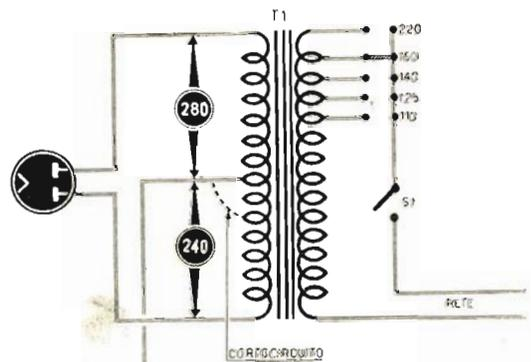

Fig. 4
Per gli schemi di cui a figg. 3 e 4 - 6^a puntata, si potrà pensare all'abbruciamento del secondario del trasformatore di alimentazione, o all'interruzione del terminale della presa centrale dell'alta tensione che si collega a massa, o ancora che esista interruzione nella resistenza che collega a massa il centro alta tensione (vedi fig. 4 - 6^a puntata).
35) Controllare che la resistenza che collega la raddrizzatrice — o il raddrizzatore al selenio (figg. 1 e 2 - 6ª puntata) — al trasformatore non risulti interrotta, o che l'interruzione riguardi la resistenza che collega il centro alta tensione alla massa (fig. 4 - 6ª puntata).